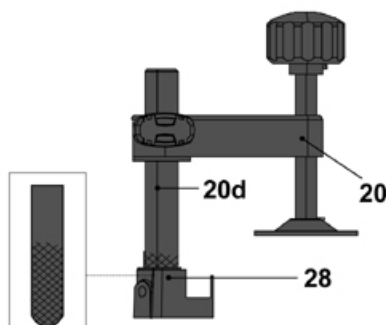

Fig. 4
A braçadeira da peça de trabalho (20) é pré-montado (Fig. 4). Insira o pilar de ajuste de altura (20d) no suporte da braçadeira da peça de trabalho (28) em ambos os lados da base, se necessário.